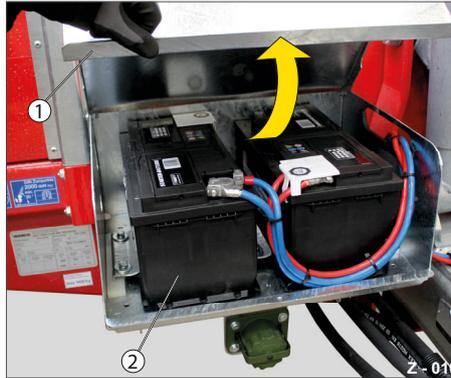

Abb. 10 Batterie-Staukasten
- ▶ Öffnen und entfernen Sie die Abdeckung (Abb. 10/1).